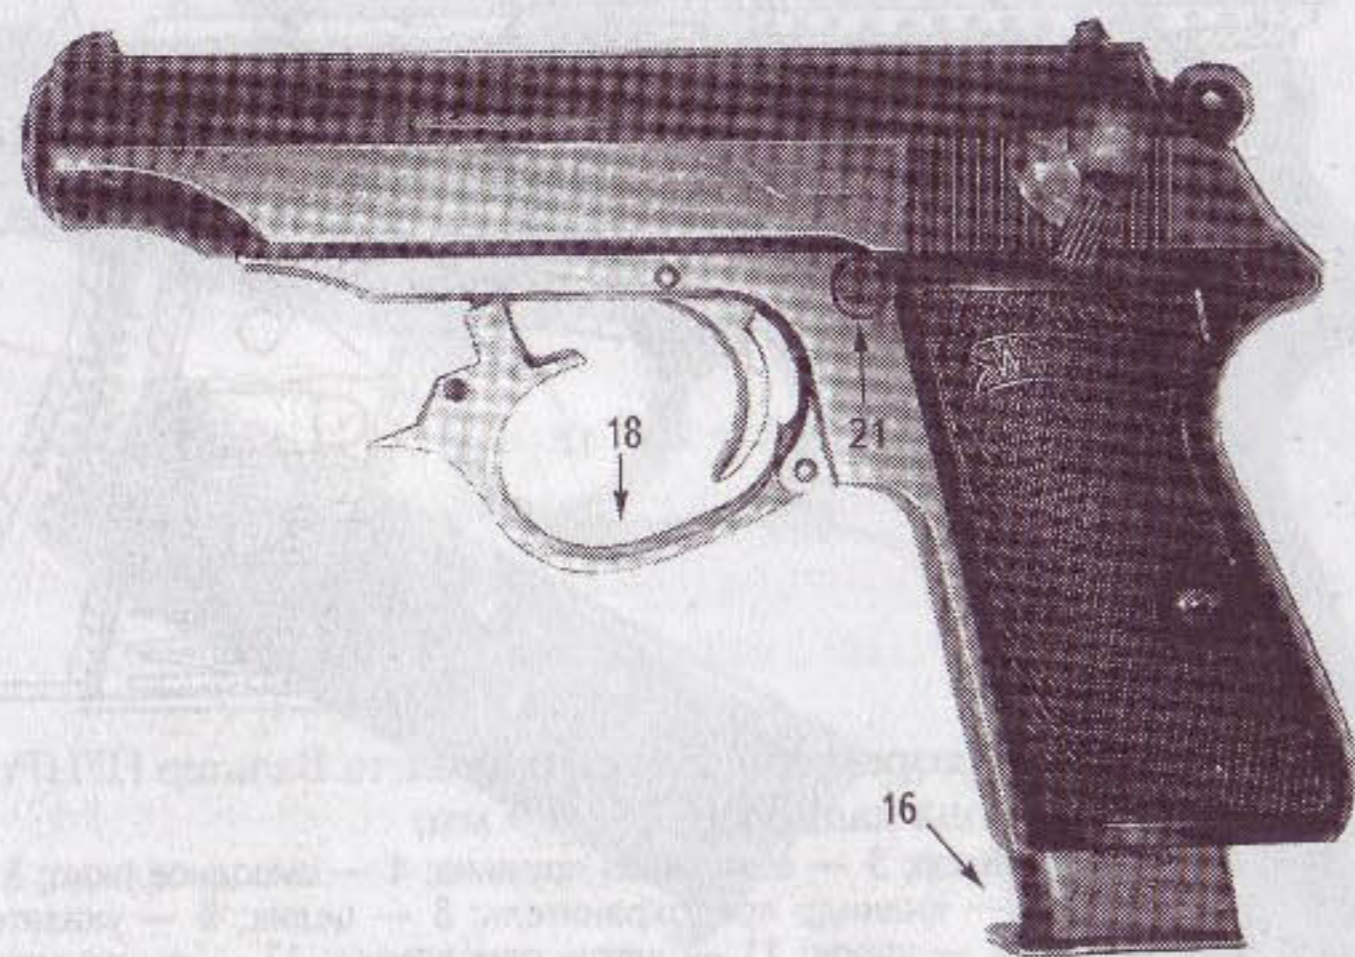

Рис. 243. Перед разборкой: нажать на защелку магазина (21), извлечь магазин (16), опустить вниз спусковую скобу (18), отвести ее вбок и упереть в рамку
Неполная разборка пистолета производится так же просто, как и у описанного ранее дамского Вальтера калибра 6,35 мм. Для удобства разборки на полицейском Вальтере опущенная спусковая скоба слегка перекашивается в любую сторону, упирается в рамку и стопорится в таком положении (рис. 243). После этого затвор оттягивается назад, поднимается вверх и снимается вперед через ствол (рис. 244).
*Внимание!* В отличие от привычного всем пистолета Макарова, при верхнем положении флажка предохранителя (рис. 241, 244) Вальтер с предохранителя снят и готов к выстрелу (открыта красная точка). Нижнее положение флажка (рис. 243, 258) — Вальтер поставлен на предохранитель. Но опять же в отличие от привычного пистолета Макарова затвор при таком положении предохранителя не заперт и его можно передергивать. При этом из магазина подаются и выбрасываются наружу нерасстрелянные патроны. Так же как у Макарова, взведенный курок при постановке на предохранитель автоматически срывается с боевого взвода, но выстрела при неподвижном и заблокированном ударнике не происходит. Пистолет таким образом «обезвреживался».